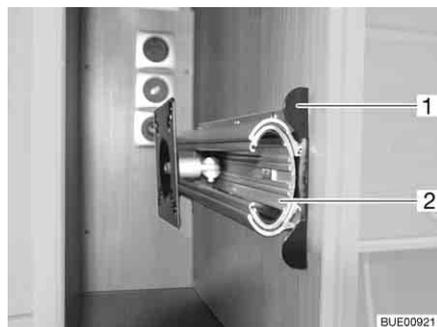

Fig. 62 Supporto nel mobiletto porta TV
- Premere verso l'interno il listello di sblocco (Fig. 62,1).
- Estrarre interamente la base estraibile (Fig. 62,2).
- Inserire la base estraibile Fig. 62,2), finché il listello di sblocco (Fig. 62,1) non si arresta a scatto.